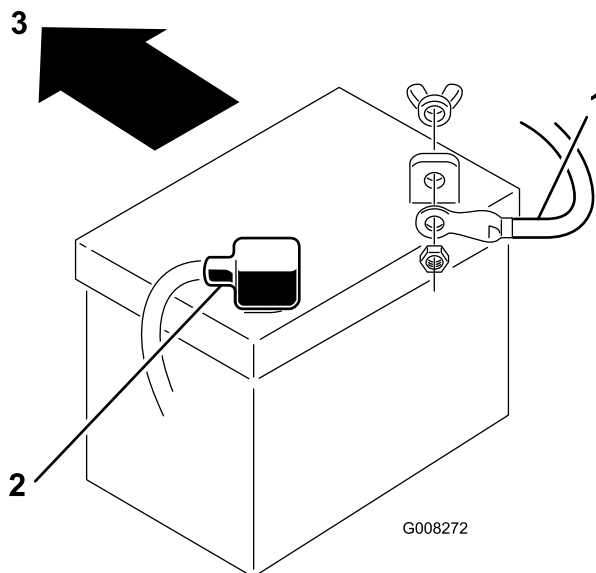

Figure 33
7. Débranchez le câble négatif (noir) de mise à la masse de la borne de la batterie (Figure 33).
9. Débranchez le câble positif (rouge) de la borne de la batterie (Figure 33).
1. Placez la batterie sur le châssis, en dirigeant les bornes vers l'arrière de la machine (Figure 33).
à oreilles (Figure 33). Glissez le capuchon en caoutchouc sur la borne de la batterie.
4. Connectez le câble négatif (noir) à la borne négative (-) de la batterie à l'aide du boulon et de l'écrou à oreilles (Figure 33). Glissez le capuchon en caoutchouc sur la borne de la batterie.